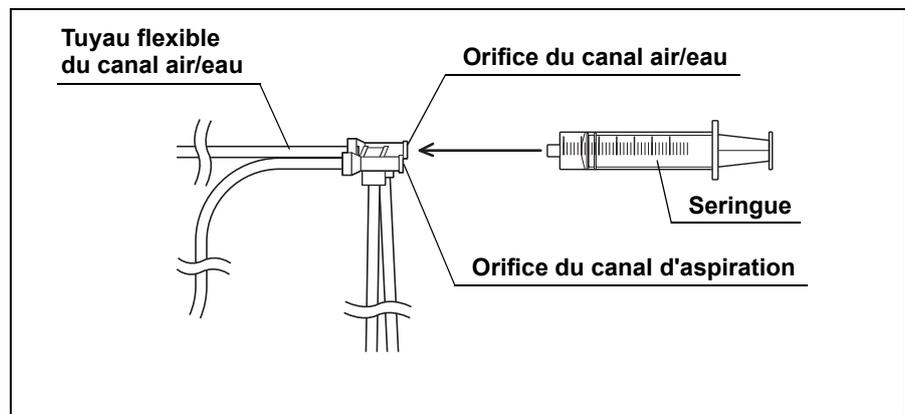

Figure 5.36
5. Déplacez la seringue vers l'orifice du canal air/eau de l'irrigateur tous canaux et rincez le canal air/eau avec 90 ml d'eau (remplissez la seringue au moins trois fois). (Voir Figure 5.36)
9. Déplacez la seringue vers l'orifice du canal air/eau de l'irrigateur tous canaux et insufflez 90 ml d'air dans le canal air/eau. (Voir Figure 5.36)
3. Déplacez la seringue vers l'orifice du canal air/eau de l'irrigateur tous canaux et rincez énergiquement le canal air/eau avec 180 ml de solution désinfectante. Vérifiez qu'aucune bulle ne sort de l'extrémité distale lors du sixième rinçage. Si des bulles d'air sont encore visibles, continuez à rincer avec la solution désinfectante jusqu'à ce qu'aucune bulle d'air ne sorte. (Voir Figure 5.36)
4. Déplacez la seringue vers l'orifice du canal air/eau de l'irrigateur tous canaux et insufflez 90 ml d'air dans le canal air/eau. (Voir Figure 5.36)